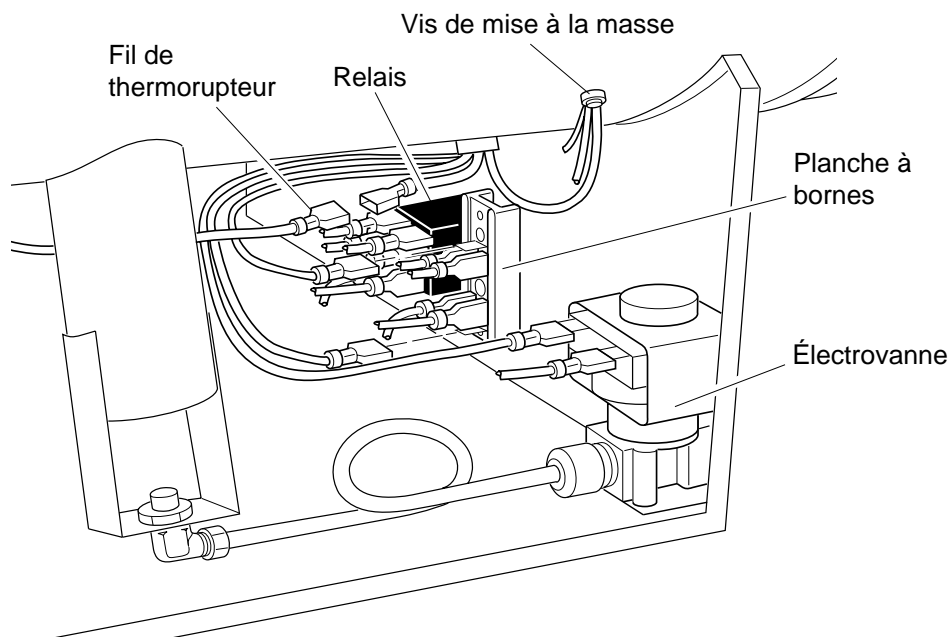

Figure 6 - Emplacement des fils du moteur
21. Raccorder les fils du moteur de la manière suivante (se reporter à la Figure 6 à la page 12) :